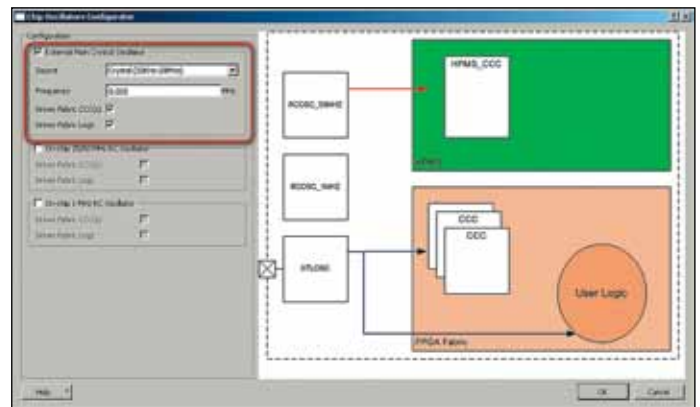

Рис. 13. Конфигурирование IP-ядра генератора
- Затем поместим на наш холст IP-ядро генератора Chip Oscillators v1.0.102, загрузив при необходимости локальную копию, и сконфигурируем его (рис. 13):